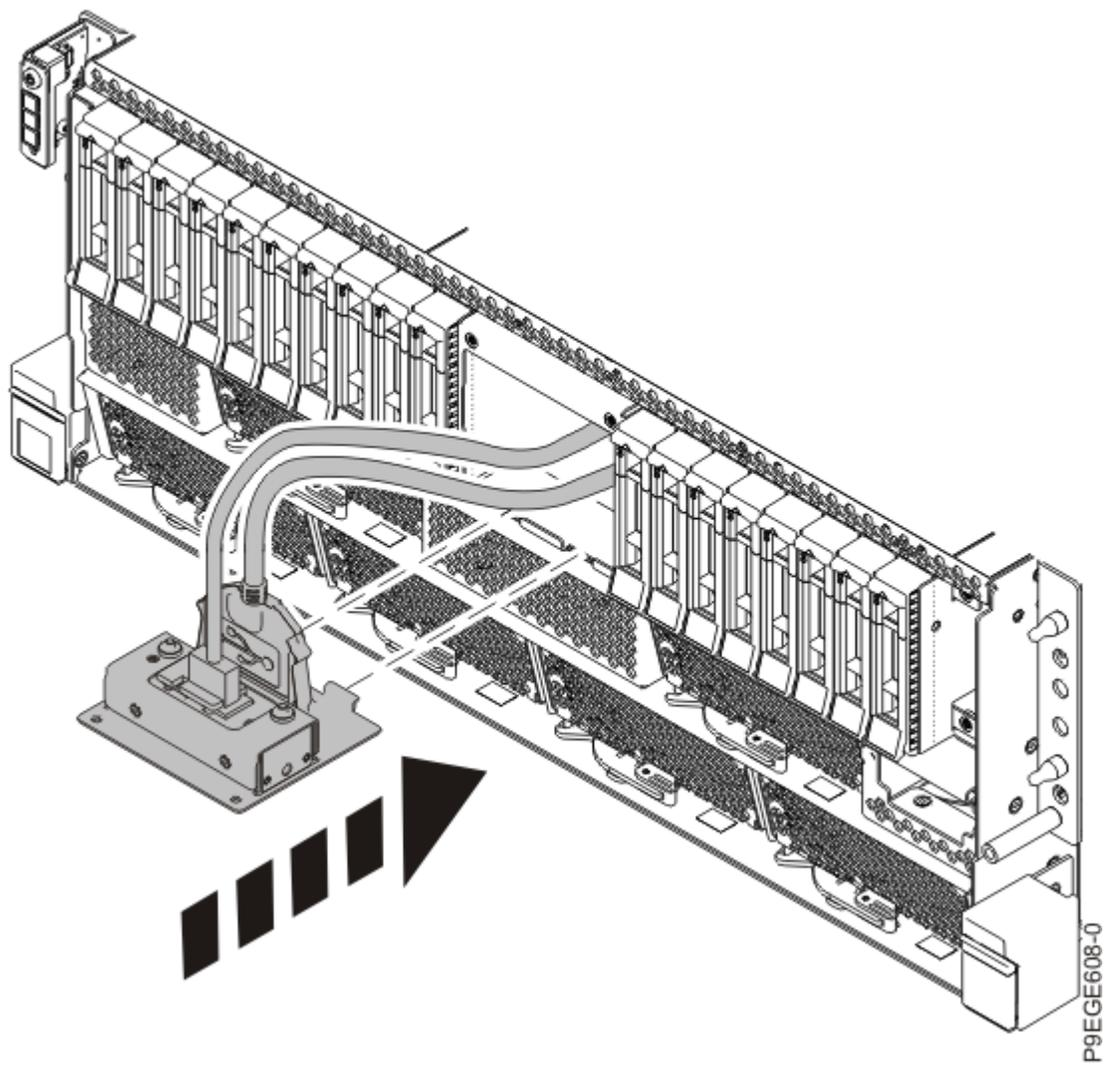
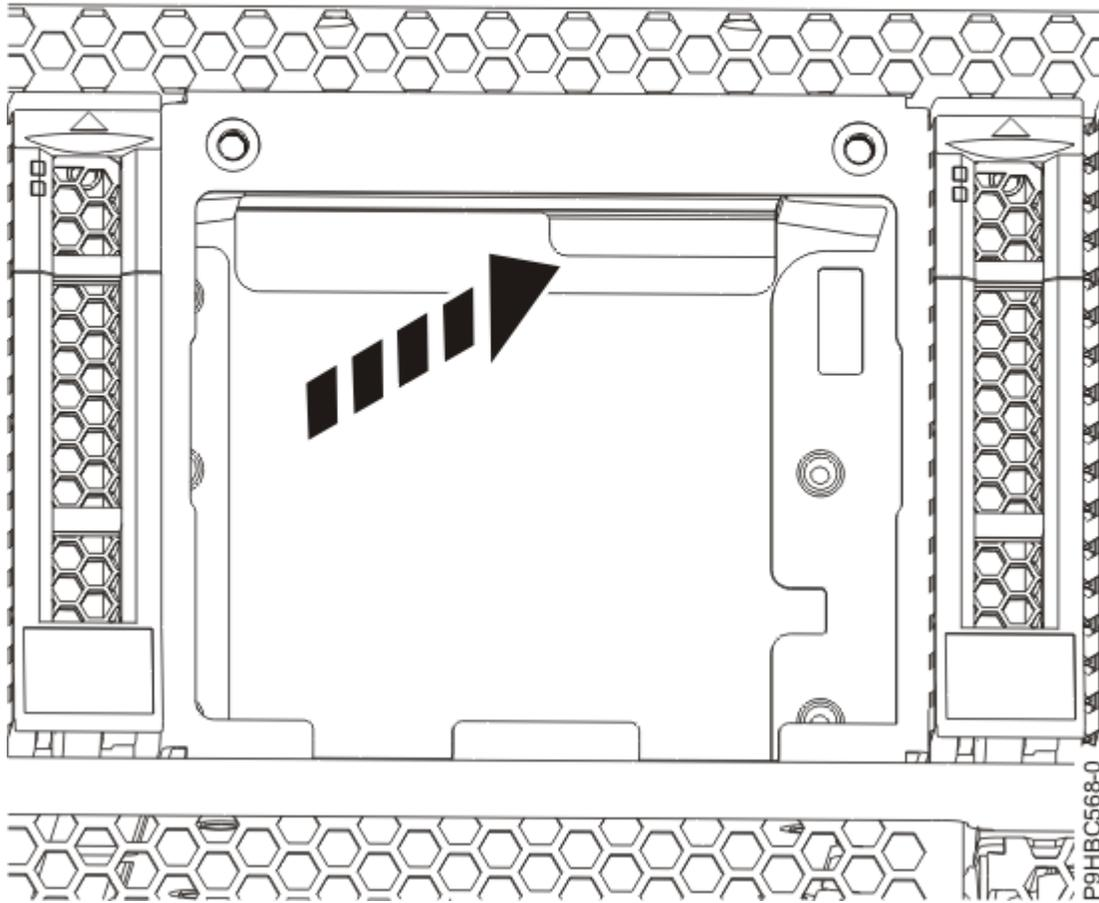
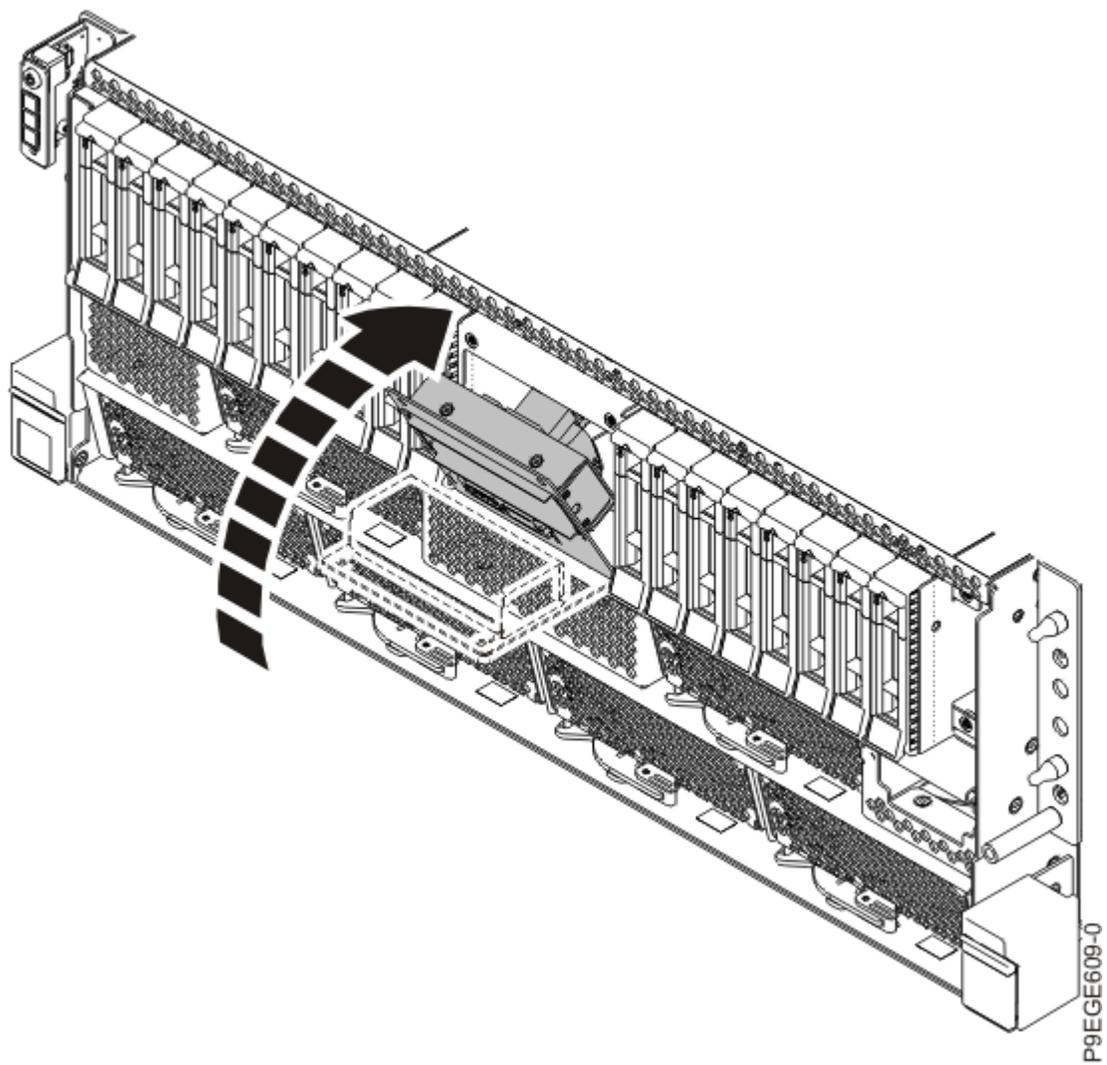
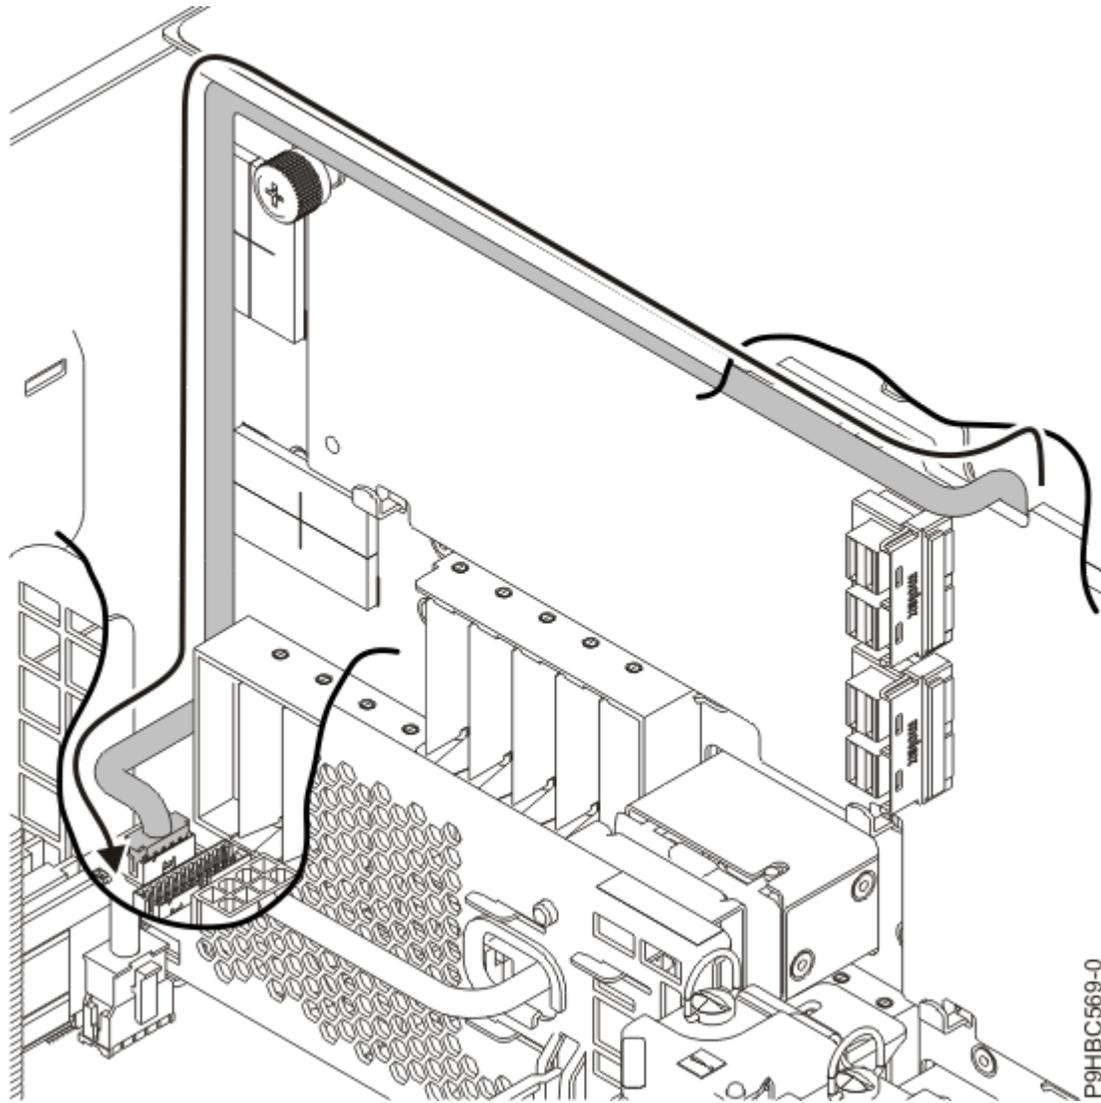

Figura 118. Inserción del cable de pantalla del panel de control para un sistema montado en bastidor
Figura 119. Pase el cable a través de este orificio en el chasis para un sistema montado en bastidor
Figura 120. Cierre del receptáculo de la pantalla del panel de control para un sistema montado en bastidor
Figura 121. Vía de acceso del cable de pantalla del panel de control para un sistema montado en bastidor
3. Para un sistema montado en bastidor, inserte el cable de pantalla del panel de control en el sistema, tal como se muestra en la Figura 118 en la página 125, la Figura 119 en la página 126, Figura 120 en la página 127 y la Figura 121 en la página 128.